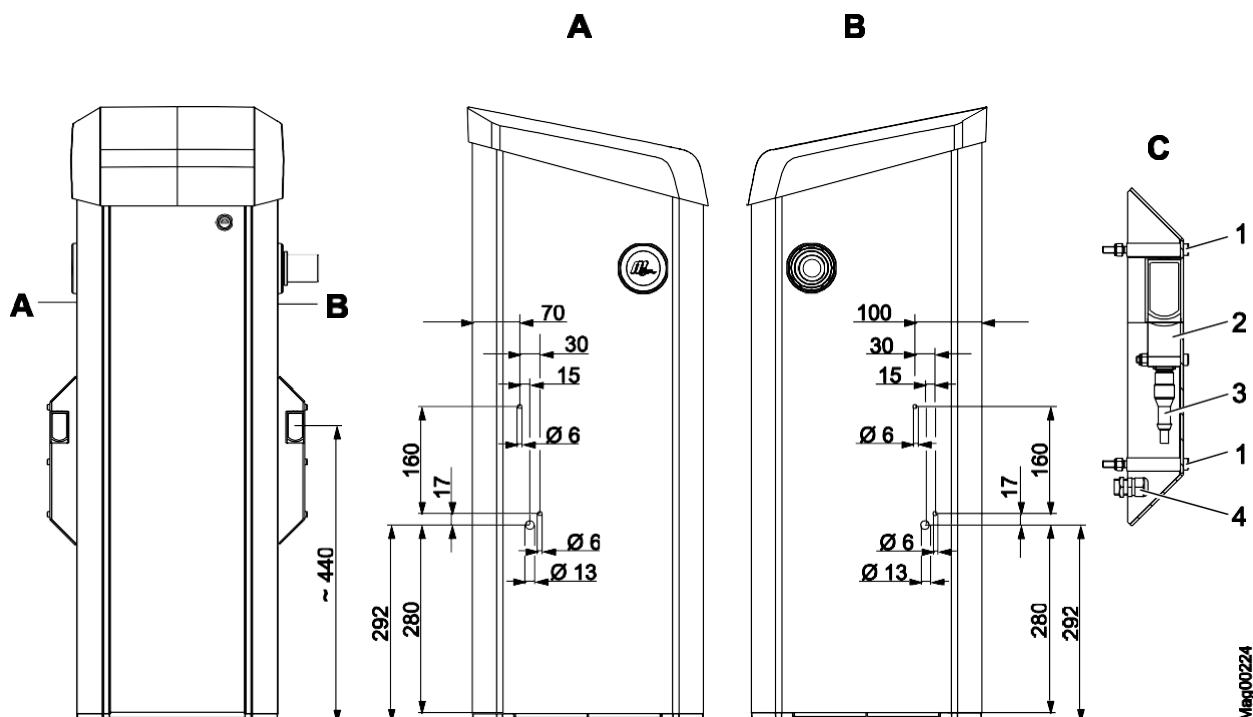

Fig. 20: Montar el gabinete de la fotocélula del transmisor en el gabinete de la barrera (dimensiones en mm)
1. Taladre los orificios para el gabinete de la fotocélula según la Fig.20 en el gabinete de la barrera.